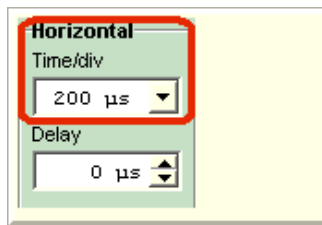

Рис. 10. Орган настройки Xdiv
16. Используя орган настройки Xdiv (рис. 10), установить на экране осциллографа изображение одной полной прямоугольной волны.